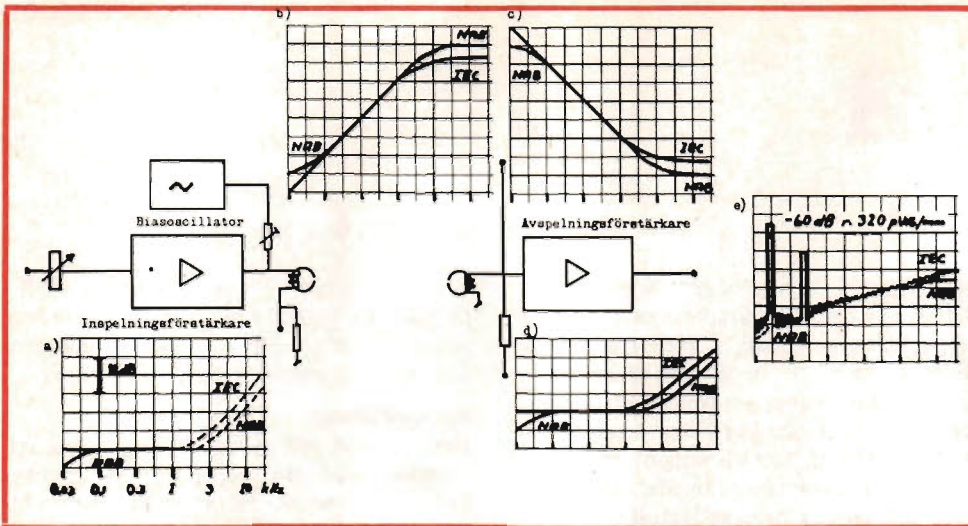

Fig 1. Bandspelarelektronik med frekvenskurvor (19 cm/s).
■ ■ En bandspelares elektronik kan kort beskrivas av *fig 1*. Den del som kan standardiseras är avspelningskedjans frekvensgång. Inspelningsförstärkarens data är till stor del beroende av använt tonband och inställd magnetiseringsström. Avspelningsförstärkarens frekvenskurva får ett förlopp enligt *fig 1 d* om avspelningshuvudet strömmatas. Brytpunkterna är standardiserade. Några exempel ges här: